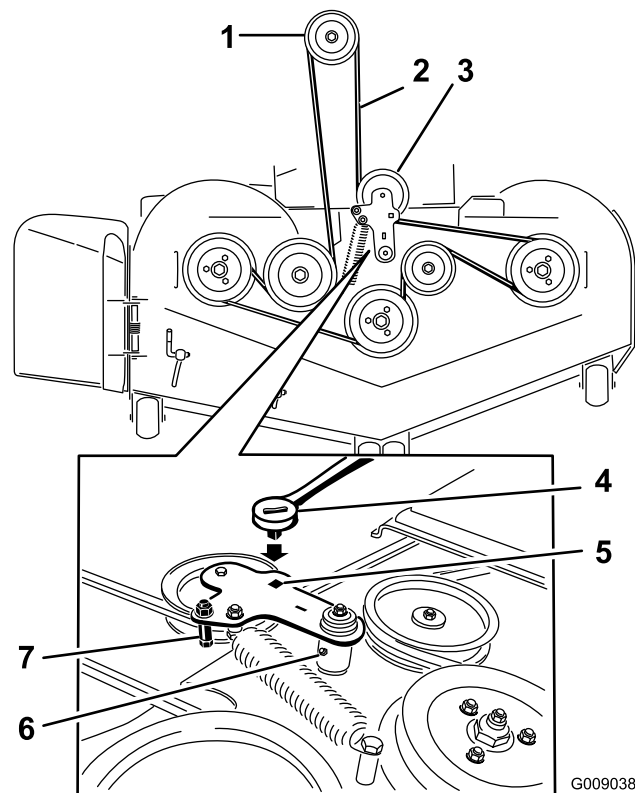

Figura 71
5. Inserite un cricchetto nel foro quadrato del braccio di rinvio per allentare la molla del tenditore (Figura 71).
7. Togliete il guidacinghia dal braccio di rinvio a molla mostrato in Figura 71.
9. Montate la nuova cinghia attorno alle pulegge del tosaerba e alla puleggia della frizione, sotto il motore (Figura 71).
10. Montate il guidacinghia sul braccio di rinvio mostrato in Figura 71.
11. Con il cricchetto nel foro quadrato, montate la molla del tenditore (Figura 71).